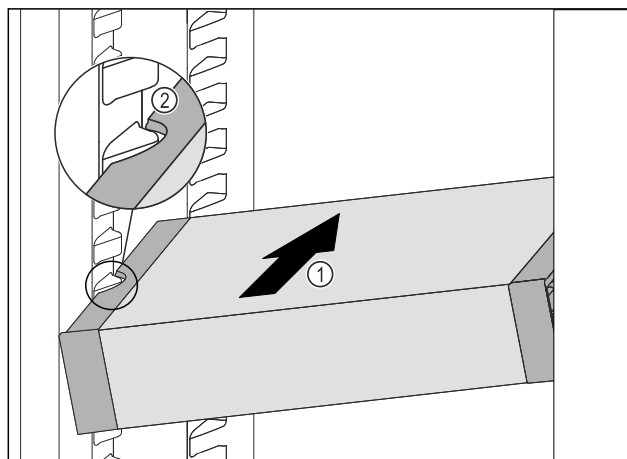

Fig. 100
- Zasuňte VarioSafe do chladničky pod úhlem tak Fig. 100 (1), aby vybrání na bocích Fig. 100 (2) VarioSafe byla na úrovni žebrování na nádoby v chladničce.